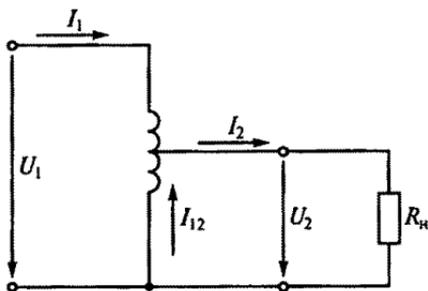

Рис. 178
6.46. Каковы I_1 и I_{12} в схеме автотрансформатора на рис. 178, если ток нагрузки $I_2 = 5$ А, напряжение $U_2 = 0,5U_1$? (Током холостого хода пренебречь.)